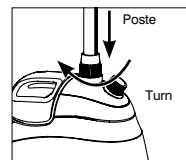

Figura 1
2. Inserte el poste en el tope de la unidad. Haga corresponder las ranuras en el poste con los relieves en el conector del poste, y presione hacia abajo. Ajuste de forma segura la tuerca en el poste sobre el conector girándola hacia la derecha (Figura 1).